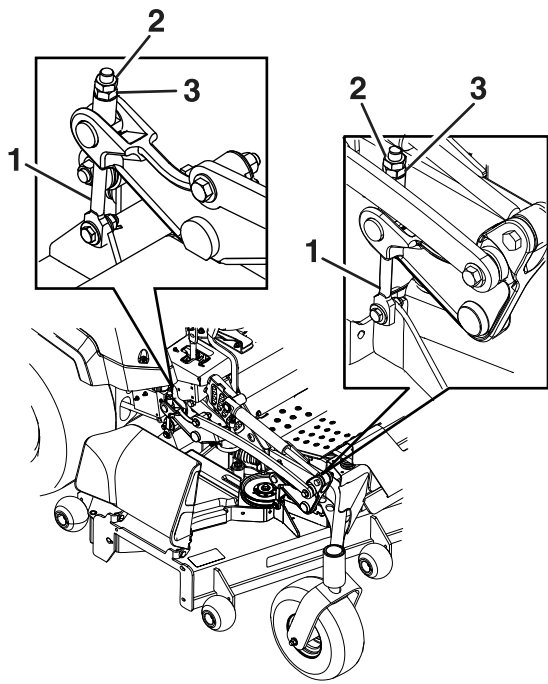

Figure 82
8. Ajustez précisément le serrage de l'écrou de réglage sur l'ensemble de levage du plateau avant (Figure 82).